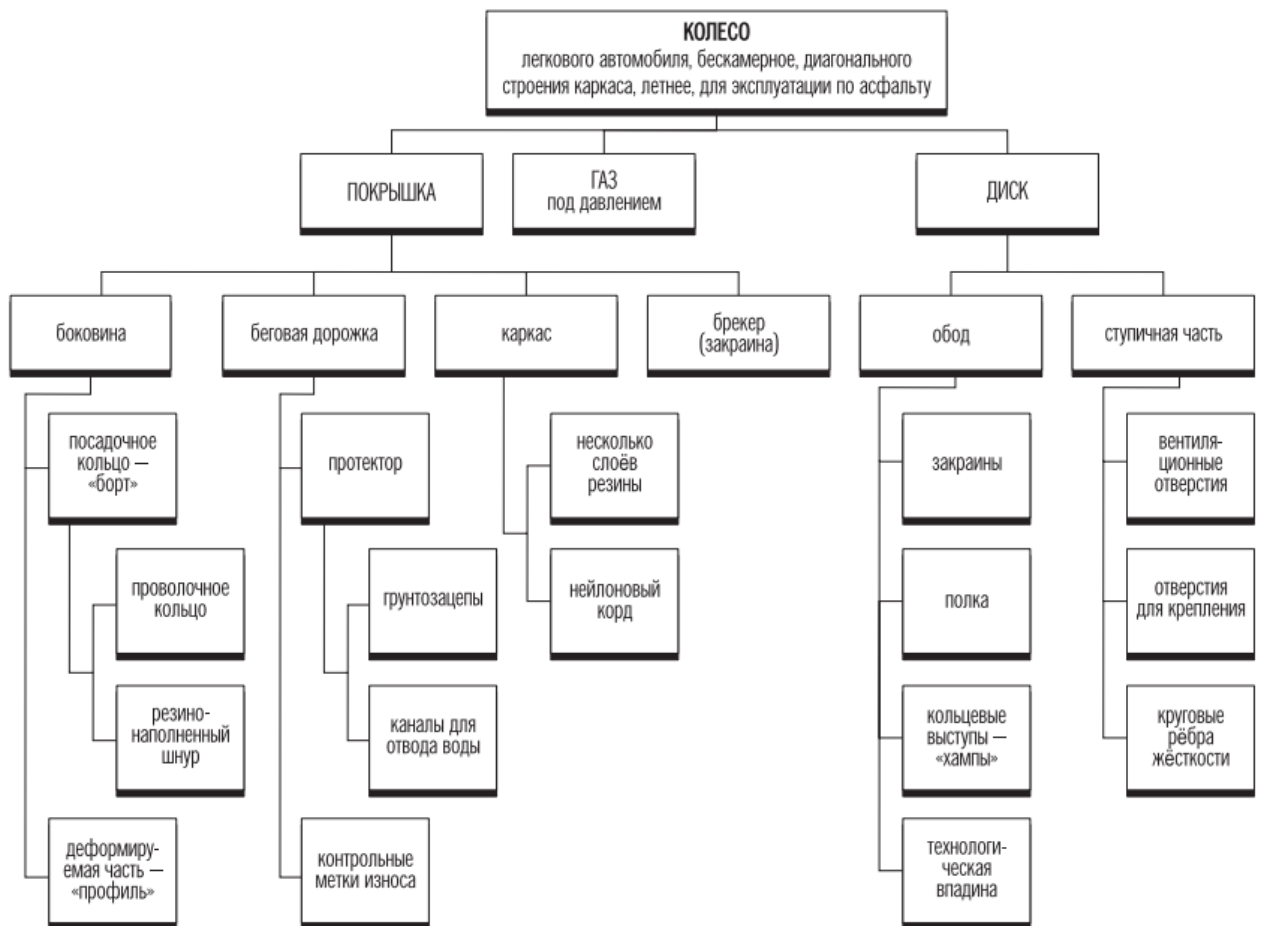

Рис. 3.3. Структурная схема колеса
*Подсистемы.* Как правило, ТС рассматривается не абстрактно, а в контексте какой-либо задачи. Например, необходимо удешевить автомобильное колесо, не ухудшая его потребительских качеств. Колесо автомобиля, как и любая ТС, имеет части. Можно выделить эти части и представить колесо в виде структурной схемы (рис. 3.3).